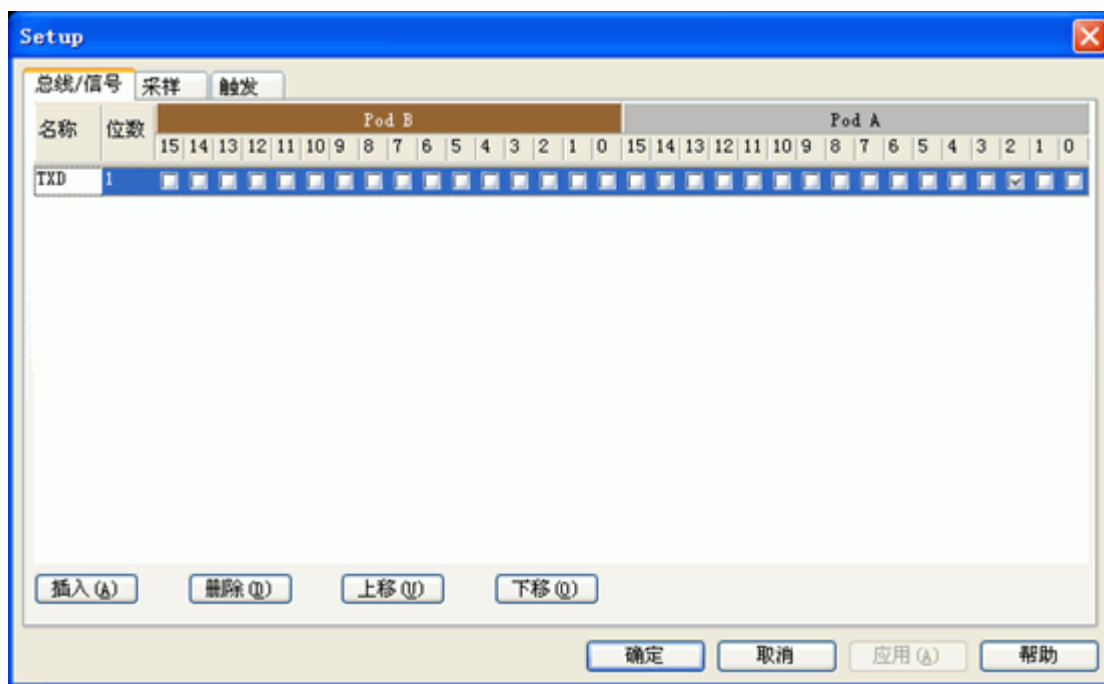

图 9.56 总线/信号设置
1. **总线/信号设置。**将程序下载到LPC2131上。将LA逻辑分析仪的探针接到LPC2131 UART0的TXD引脚上。在这里将Pod A_2接到该引脚上，并命名为TXD。如图 9.56所示。